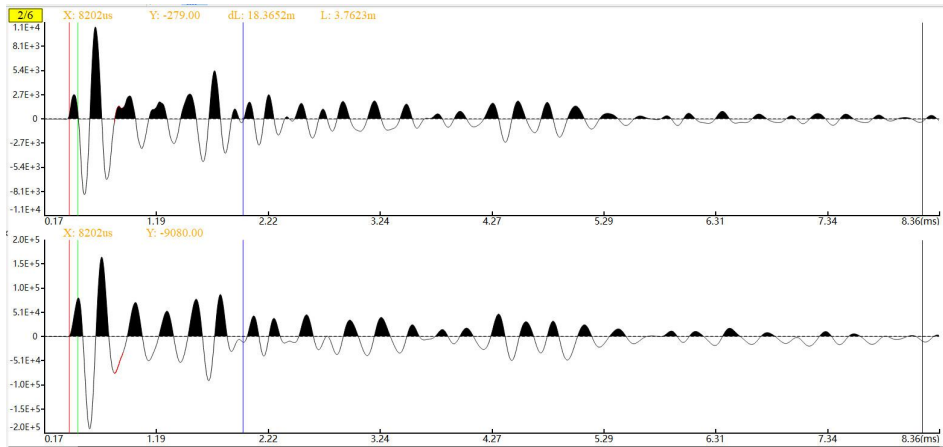

图 3-11 积分
- 积分: 对需分析的波形进行积分操作, 并显示在分析视图的第二块区域, 变化如图 3-11 所示, 快捷键为 。若该功能被选中, 则对基于积分后的数据进行后续分析, 可取消选中。